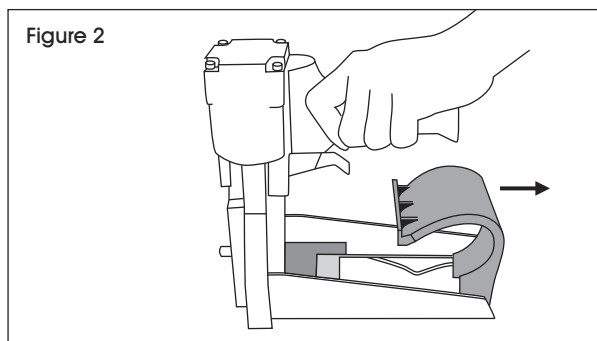

Figure 2
2. Pincez légèrement le couvercle vers l'arrière, puis ouvrez le couvercle supérieur. (Voir Figure 2)